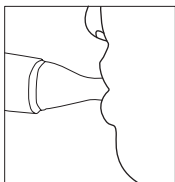

Fig. 10
- Utilisation de l'embout buccal: mettez l'embout dans la bouche et resserrez délicatement les lèvres pour faciliter la nébulisation (voir Fig. 10).